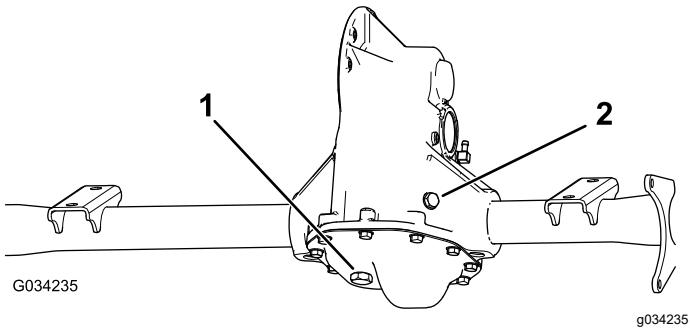

图 48
3. 如果液位过低应卸下加注塞添加指定液体直至其溢出加注孔 图 48。
1. 对齐排放塞下的排放盘 图 48。
2. 取下加注塞和密封件 图 48。
3. 拨掉排放塞和密封件让液体完全排出 图 48。
- 卸下驱动桥上的加注塞 图 48。